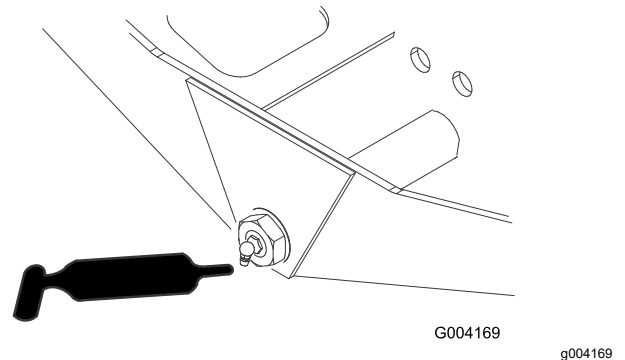

Figura 45
- Perno sterzante del ponte (1)–Figura 45